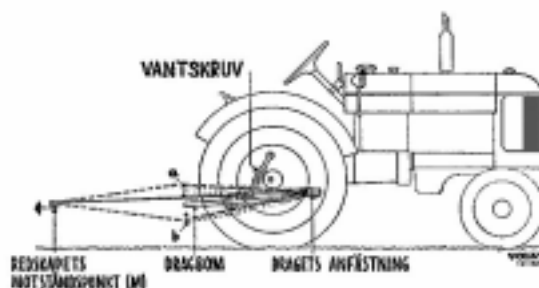

Bild 8. Dragbommens inställning
Draglinjen från dragbommens anföringspunkt på traktorn till det bogserande redskapets motståndspunkt (M) bör bilda en rak linje (den röda heldragna linjen på bild 8). Justera därför medelst vantskruvarna dragbommens inställning, å att den sammanfaller med den heldragna linjen.